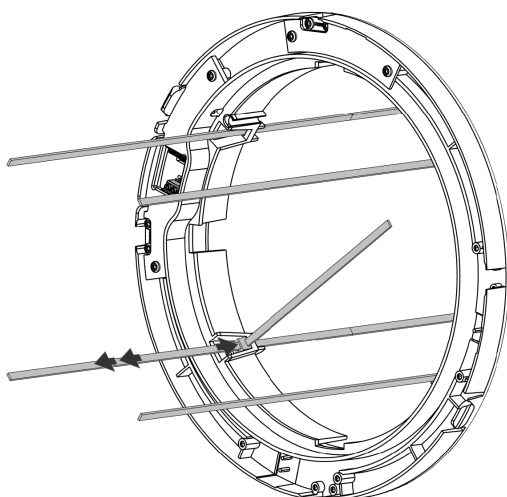

Abbildung 22 - Kabelbinder nach unten schieben
3. Die Wandabdeckung fest an die Wand spannen, indem Sie an den angebrachten Kabelbindern einzeln ziehen und dabei den losen Kabelbinder weiter hineinschieben, siehe Abbildung 22.